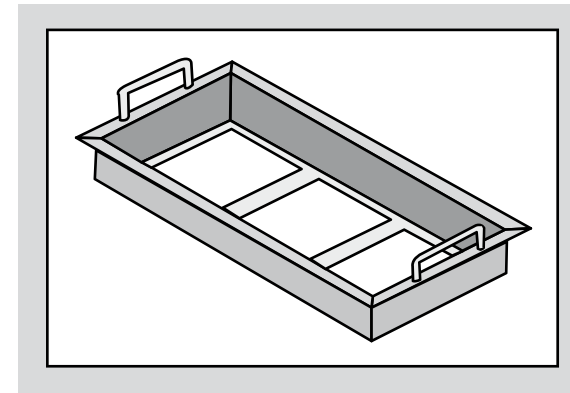

Figura 6 PREFILTRO.
10. Retirar el prefiltro (Figura 6).